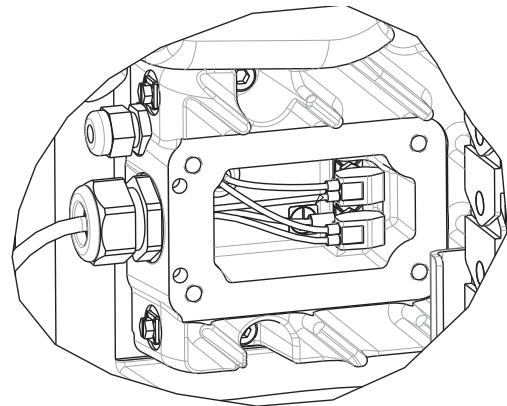

FIG. 38: Fili nell'alloggiamento dell'unità di azionamento
- a. Se si utilizza un sistema di alimentazione a pistone singolo, impostare l'interruttore di disconnessione rosso (AZ) su OFF.
- b. Se si utilizza un sistema di alimentazione a pistone in tandem, impostare l'interruttore di disconnessione rosso (AZ) su OFF solo sull'unità di alimentazione a pistone da cui viene rimossa l'unità di comando.
4. Scollegare l'alimentazione dall'unità di azionamento (AB):
- a. Smontare la copertura dell'alloggiamento dell'unità di azionamento (HC).
- b. Scollegare i fili presenti all'interno dell'alloggiamento dell'unità di azionamento. Vedere FIG. 38.